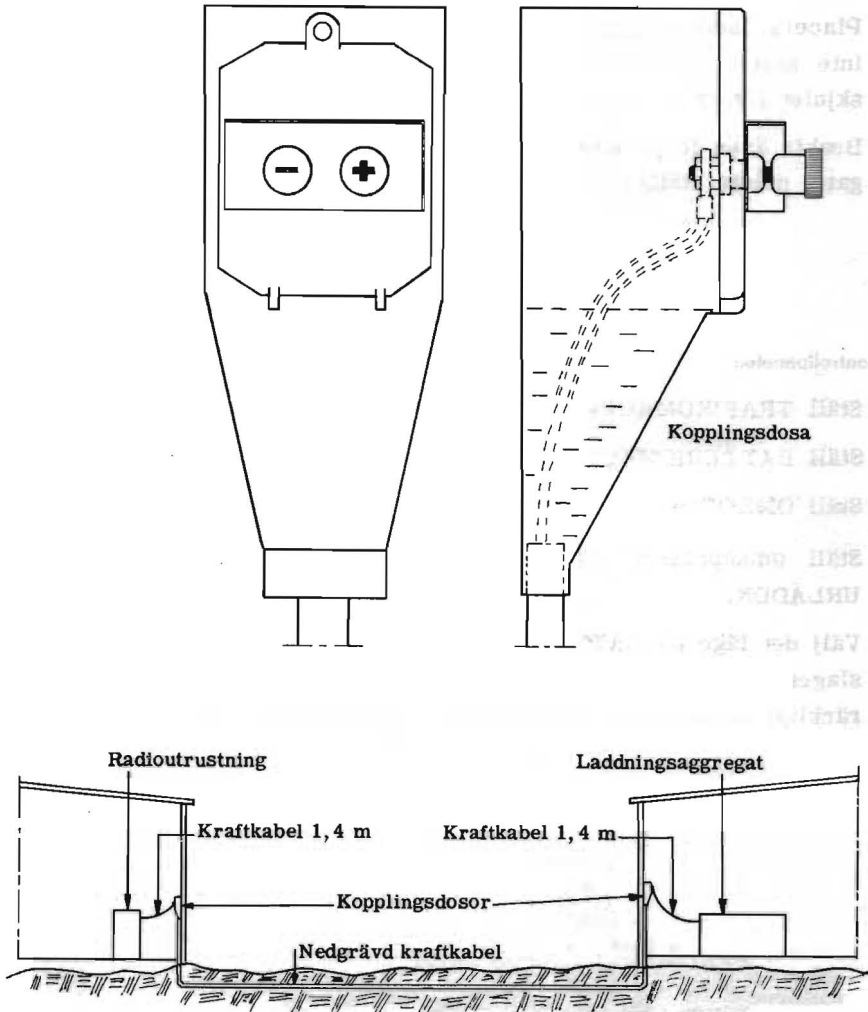

Bild 25.
- Ofta är kabling redan gjord mellan platserna för radioutrustningen och laddningsaggregatet. Anslut i så fall de korta kraftkablarna (1,4 m) mellan radioutrustningen och laddningsaggregatet och kopplingsdosorna (bild 25).